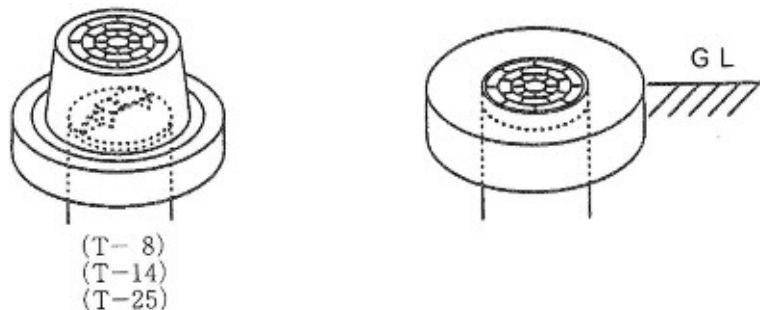

図6-9 小口径ますの保護の例
- 車両等の通行がある箇所では、小口径ます及び掃除口の損傷を防ぐため保護鉄蓋等で保護しなければならない（図6-9参照）。